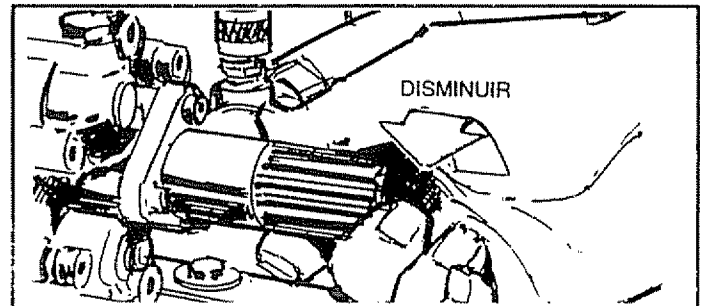

FIG. 12
- También puede ajustar la presión girando la perilla del control de presión (Fig. 12) al valor de presión deseado. El girar esta perilla por completo en sentido de las manecillas del reloj produce la presión más alta. No desatornille la válvula de control de presión demasiado porque se saldrá por completo.